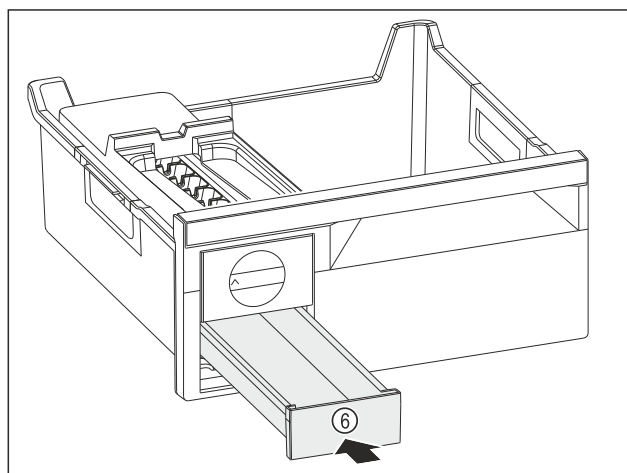

Fig. 122
- ▶ Вдвиньте выдвижной ящик для кубиков льда Fig. 122 (6).